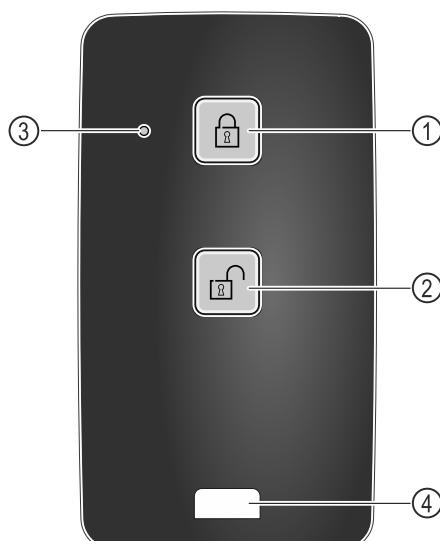

Fig. 212
- (1) Schloss verriegeln
- (2) Schloss entriegeln
- (3) Status LED
- (4) Befestigungssöse
- Taste Fig. 212 (1) auf der Fernbedienung drücken.
- Taste Fig. 212 (2) auf der Fernbedienung drücken.
- Status-LED Fig. 212 (3) gibt bei Tastendruck eine optische Rückmeldung.
- Öse Fig. 212 (4) zur Befestigung der Fernbedienung, zum Beispiel an einem Schlüsselbund.